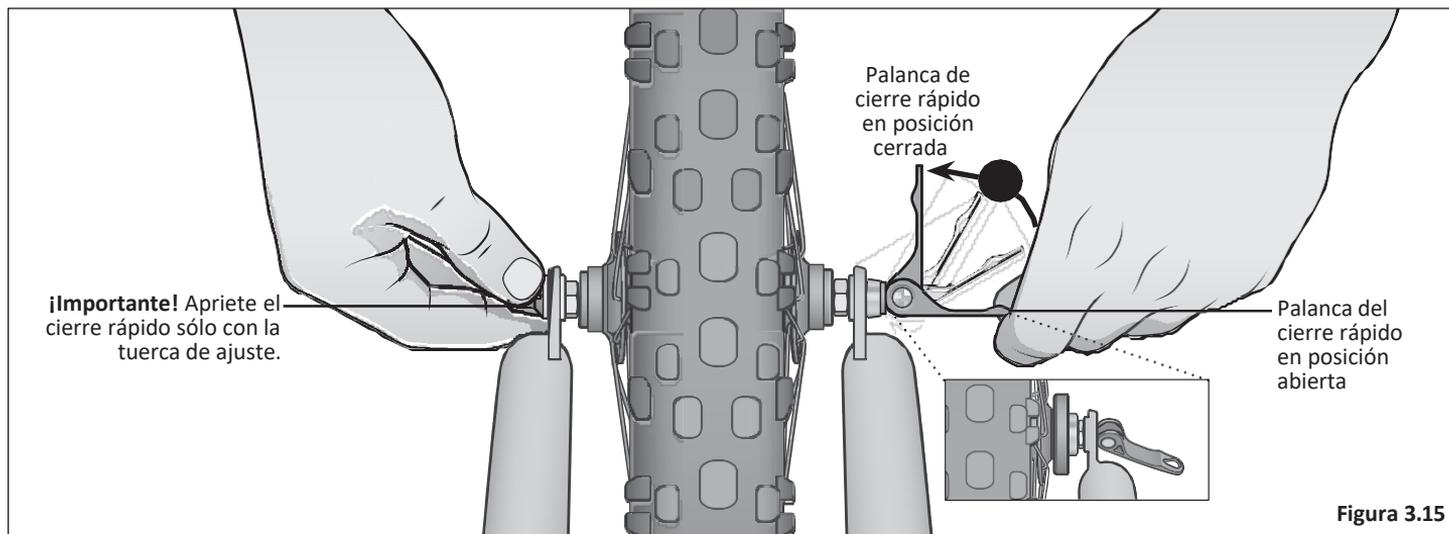

Figura 3.15
- ⑥ Coloque la palanca del cierre rápido en posición abierta. Con una mano en la palanca de cierre rápido y otra en la tuerca de ajuste, comience a apretar a mano la tuerca de ajuste hasta que empiece a notar cierta resistencia contra la horquilla. **Figura 3.15**